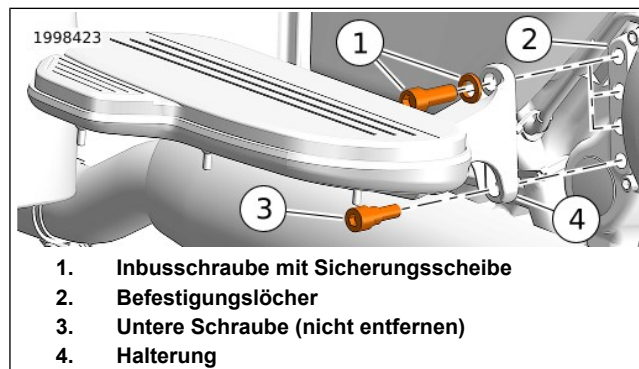

Abbildung 72. Soziustrittsbrett
1. Siehe Abbildung 72. Die Inbusschraube mit der Sicherungsscheibe (1) von der Oberseite der Trittbretthalterung (3) entfernen.